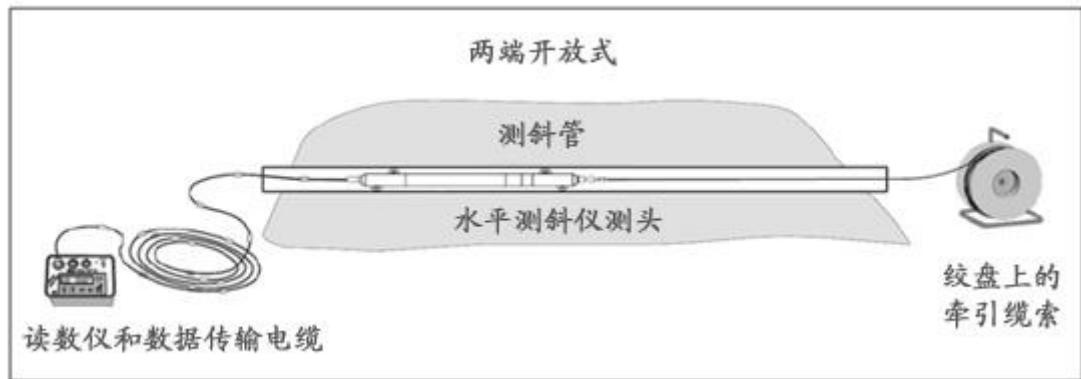
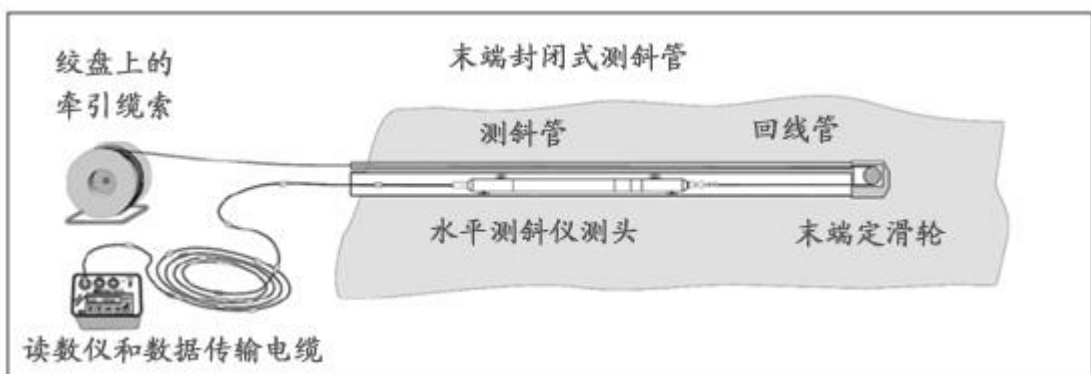

图 3
图 4
- 5、两端开放式测斜管埋设示意如图 3，末端封闭式示意如图 4